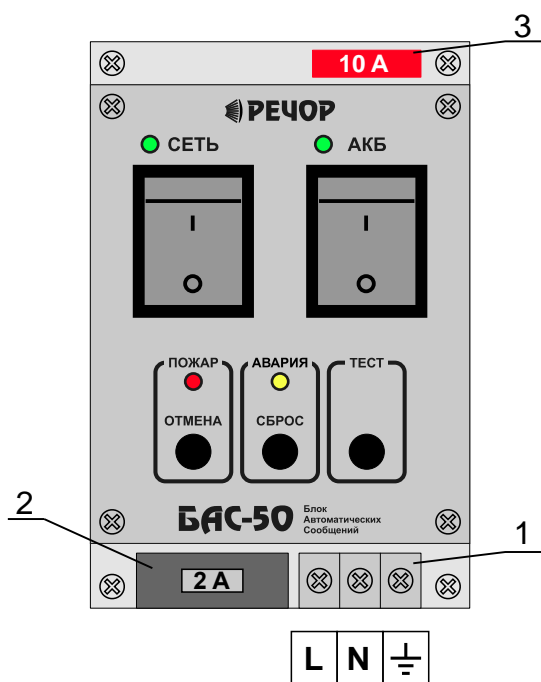

Рис. 1.11. Коммуникации и установочные элементы панели управления.
Подключение сетевого питания 220 В и защитного заземления к устройству производится через клеммную колодку панели управления (поз.1 на Рис. 1.11).
Для обеспечения эффективной работы помехоподавляющего фильтра, имеющегося в БП со стороны сетевого входа, желательно иметь соответствие фактического подключения и обозначения на Рис. 1.11 для фазного (L) и нулевого рабочего (N) проводов.